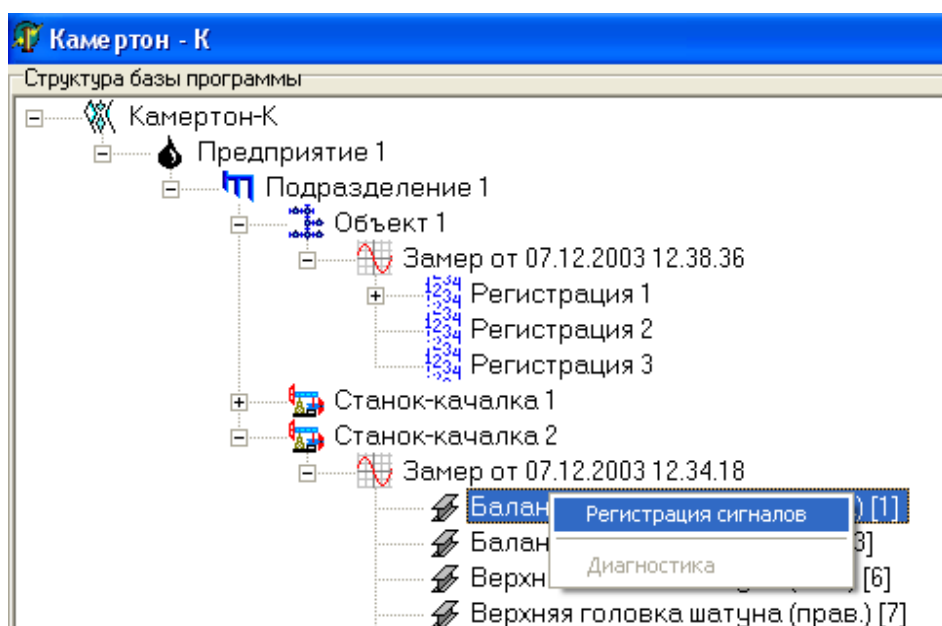

Рис. 23. Начало регистрации сигналов.
- для элемента структуры «Станок-качалка» выбрать пункт того узла станка-качалки, который Вы хотите продиагностировать, нажать на нем правую клавишу мыши (после чего появится всплывающее меню), выбрать пункт «Регистрация сигналов» (см. рис. 23).